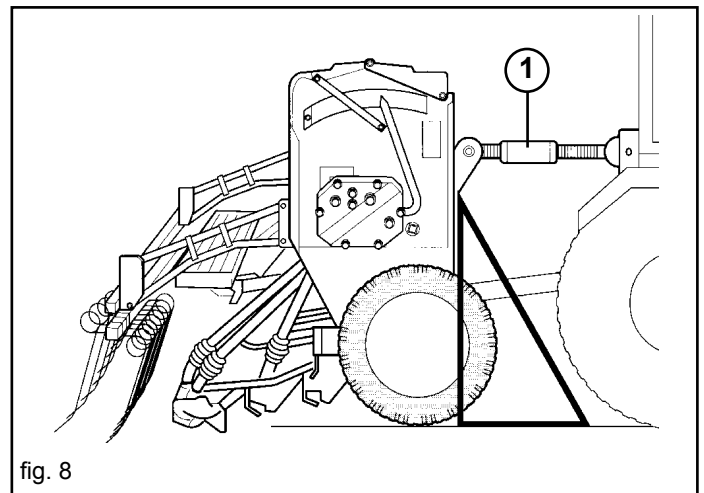

fig. 8
- 1) Conectar la sembradora al gancho de tres puntos del tractor; los pernos se tienen que conectar con las clavijas al efecto; mediante el tirador de regulación (1 Fig. 7-8), situar la sembradora perpendicularmente al terreno (Fig. 8).